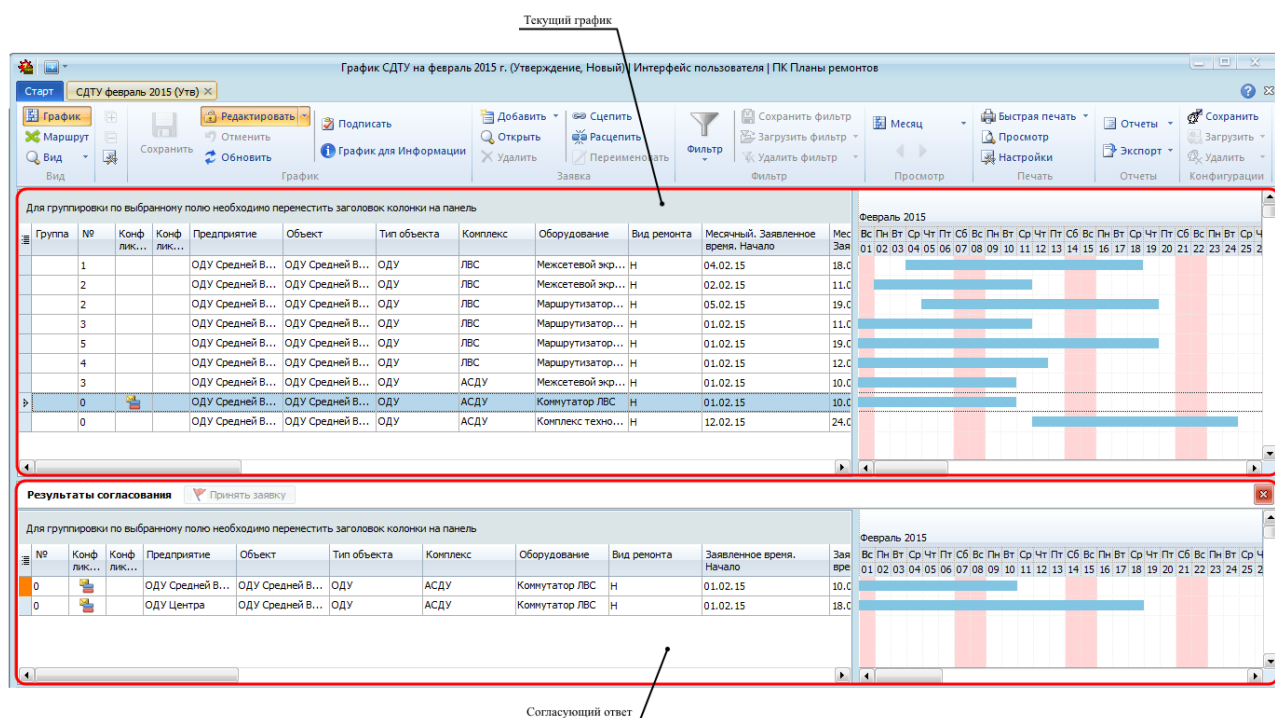

Рисунок 10.33 – Режим просмотра графика «Результаты согласования»
- **«Результаты согласования»**. Данный режим необходим для просмотра результатов согласования и принятия решений на основе полученного согласующего ответа (см. раздел «12.3.6 Принятие решения после согласования»). Включение режима осуществляется выбором пункта «Результаты согласования» из раскрывающегося списка по кнопке « Вид» (Рисунок 10.30). При включении режима для выделенной заявки в области параллельного просмотра отображаются версии заявок из согласующего ответа (график с уровня согласования) (Рисунок 10.33). Данный режим просмотра недоступен для выбора в графике с типом «Моделирование».